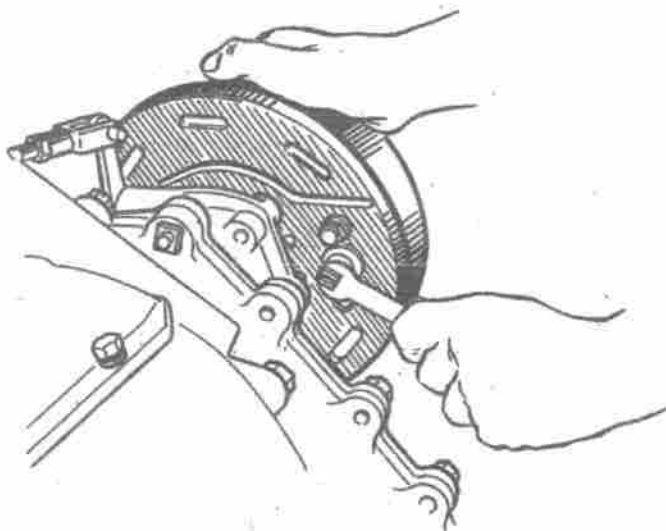

Bild 209. Einstellen des Luftspalts zwischen den Bremsbacken und der Bremstrommel der Feststellbremse
4. Einstellschraube um 0,3...0,5 Umdrehungen (4...6 Klicks) losdrehen, so daß die Bremstrommel sich durchdreht, ohne an den Bremsbacken zu streifen (Bild 209).